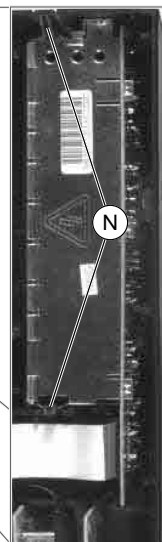

Fig. 7
- Rastnasen (N) austrasten und Netzteilbaustein herausnehmen (Fig. 7).
- Release the locking lugs (N) and take out the Power Supply Board (Fig. 7).